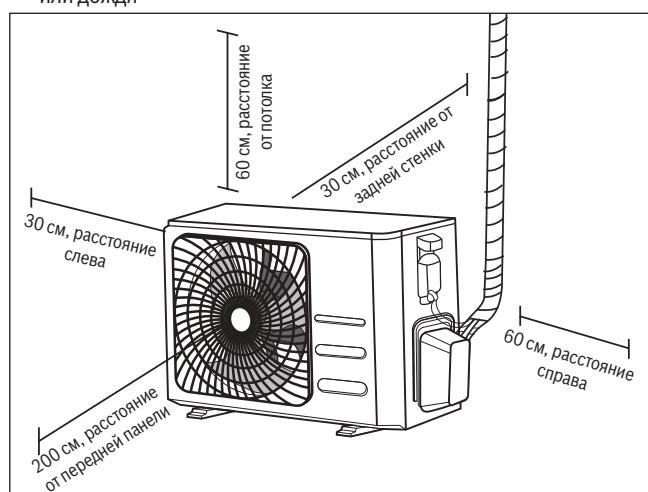

Рис. 20.
- Выполнять все требования, предъявляемые к площади размещения, описанные в требованиях к месту установки (**рис. 20**)